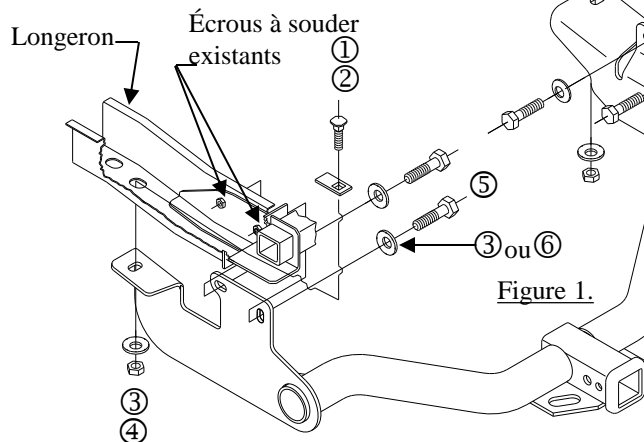
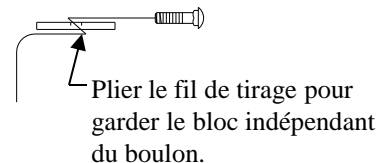

Figure 1.
Figure 2.
Installation for vehicles with O.E.M. Class 2 Integrated Hitch/Bumper. (Figure 1) – Without O.E.M. hitch, see next page (figure 4)
4. Using the pullwire feed carriage bolts and blocks thru access slot in end of the frame as shown in Figure 1. Using the kink pullwire to keep block independent of bolt (See Figure 2). Feed the pullwire thru the existing slot and hitch.
Installation pour véhicules avec attelage/pare-chocs intégré de classe 2 d'origine. (Figure 1) – Sans attelage intégré d'origine, voir à la page suivante (Figure 4)
4. À l'aide d'un fil de tirage, faire passer les boulons de carrosserie et leurs blocs à travers la fente d'accès de l'extrémité du châssis, comme illustré à la figure 1. Plier le fil de tirage pour garder le bloc indépendant du boulon (voir la figure 2). Faire passer le fil de tirage dans la fente existante et l'attelage.
①	Qté. (6)	Boulon de carrosserie 7/16 – 14 X 1.75 GR5	④	Qté. (6)	Écrou hexagonal 7/16 - 14
②	Qté. (6)	Bloc	⑤	Qté. (4)	Boulon M12 X 1.75 X 45 CL10.9
③	Qté. (6)	Rondelle conique
1. Utiliser un fil de tirage plié (figure 2) pour placer dans le trou avant un boulon de carrosserie 7/16 - 14 et son bloc, en empruntant le trou d'accès du longeron côté passager. (Voir Figure 4)